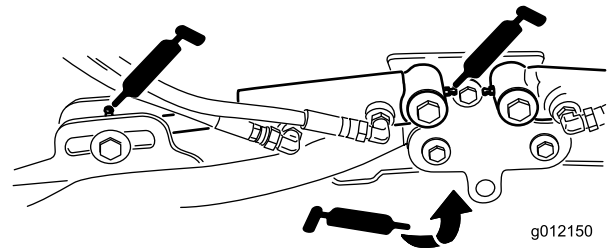

Figure 67
- Vérins des bras de levage des unités de coupe (x 2) (Figure 67)
- Pivots des bras de levage (x 1) (Figure 67)